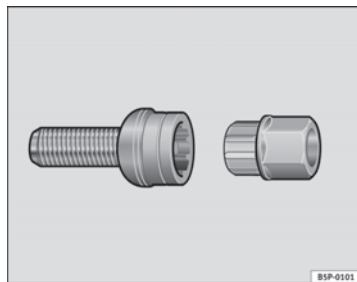

Fig. 178 Boulons de roue antivol
- Introduisez l'adaptateur au maximum dans le boulon antivol de la roue ⇒ fig. 178.